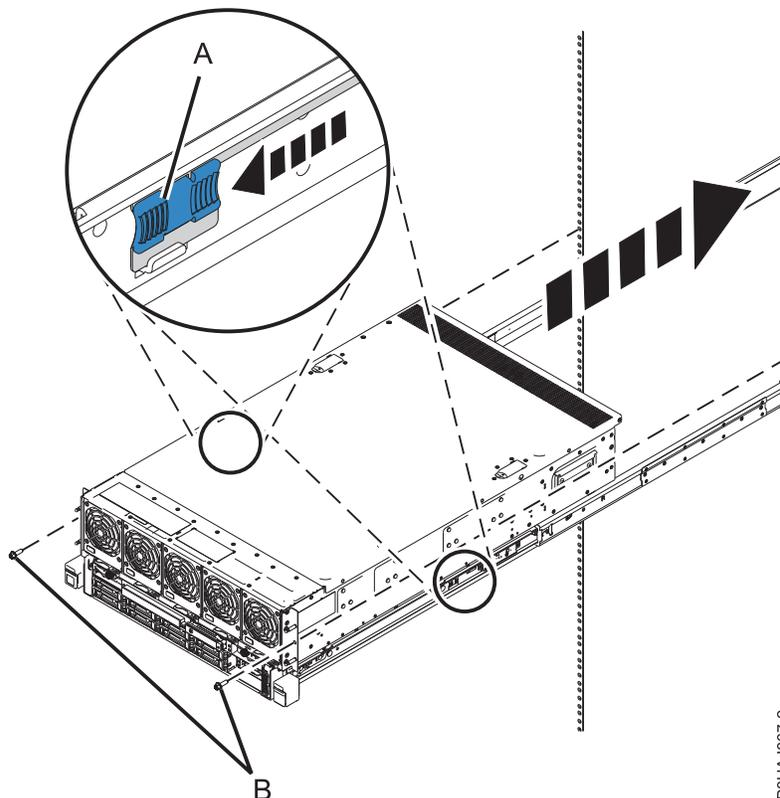

Figura 12. Liberación de los pestillos del medio de las guías y empuje del sistema totalmente dentro del bastidor
7. Libere los pestillos del medio de las guías y empuje el sistema totalmente dentro del bastidor, tal como se muestra en la Figura 12 en la página 13.